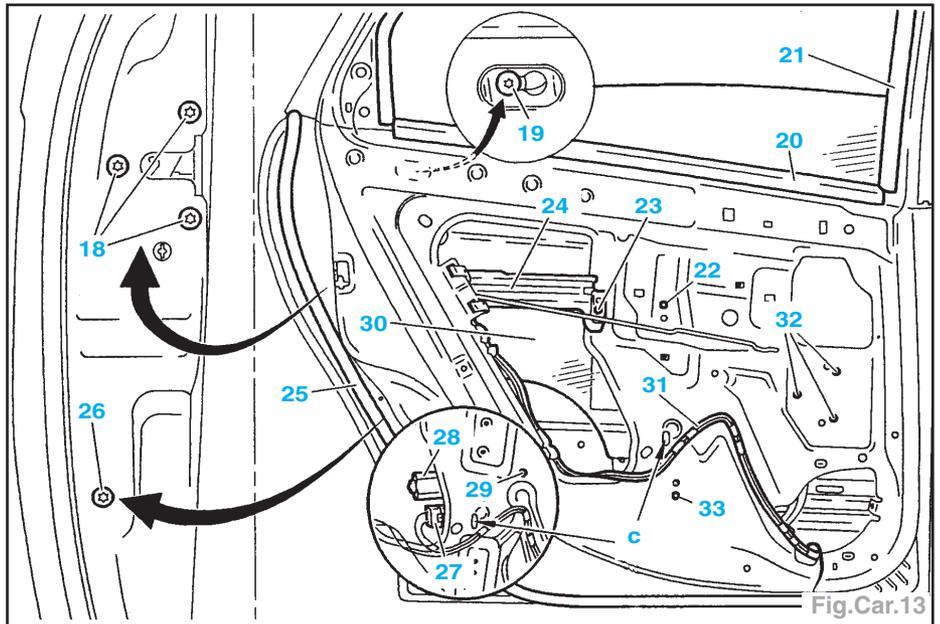

Fig.Car.13
- Percer les rivets (13) et (15) à l'aide d'un foret Ø 5 mm.
- Déposer le cache anti-effraction (14).
- Déclipper la tringle de commande intérieure (12), en «a».
- la feuille d'étanchéité (17),
- la vis (23) (Fig.Car.13),
- le cache anti-effraction (24),
- le lèche-vitre intérieur (20),
- la coulisse de vitre (21),
- les vis (19) et (26),